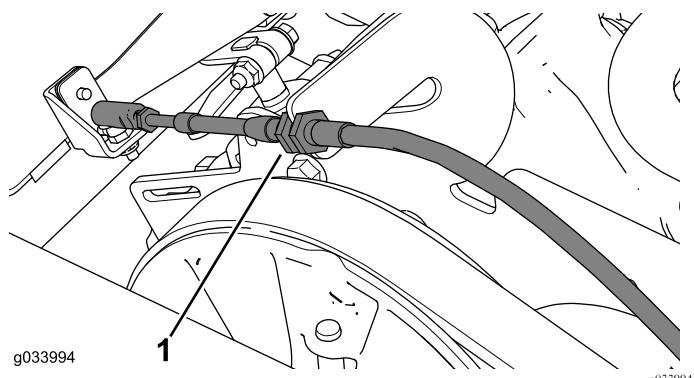

図 10
- シフトケーブルのブラケットからシフトケーブルを取り外す図10。